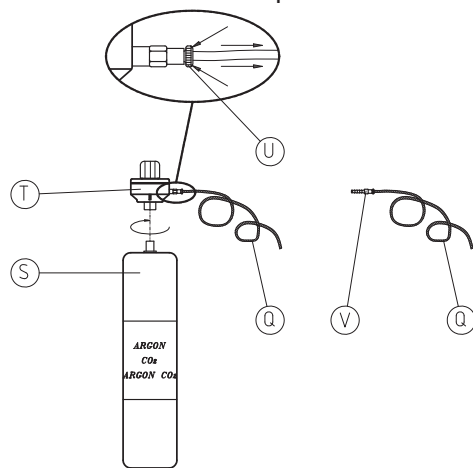

Fig.6
- Adaptadores - Para el uso de botellas recargables, deberá usar un adaptador para botellas de gas grandes (FIG. 6).